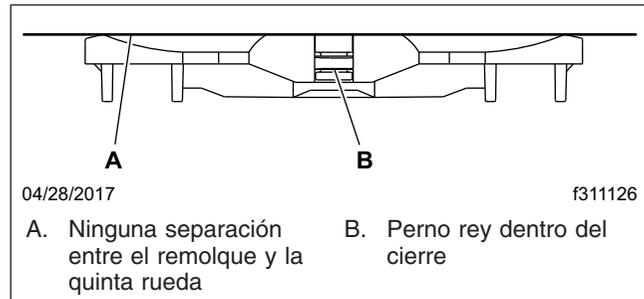

Figura 17.6, Inspección del acoplamiento
8. Lleve a cabo una inspección del acoplamiento, y cerciórese de que no haya una separación entre la parte inferior del remolque y la quinta rueda, y que el perno rey esté bien trabado. Vea la Figura 17.6.
11. Lleve a cabo una revisión física para ver si hay un acoplamiento positivo del remolque, asegurándose de que no haya separación entre el remolque y la quinta rueda. Vea la Figura 17.6.